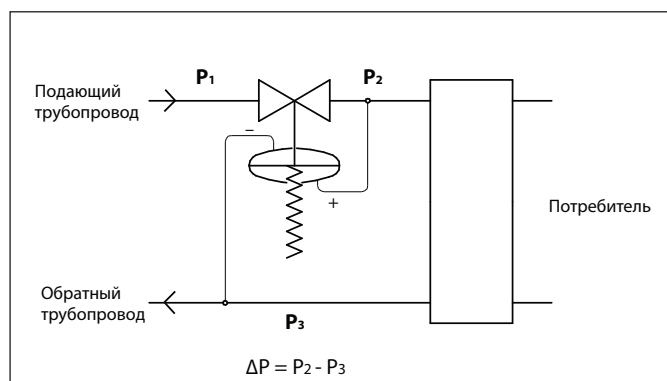

Рис.1. Установка на подающем трубопроводе
1. Регуляторы перепада давления, закрывающиеся при повышении перепада давления. Пружина удерживает клапан в открытом положении, а большее давление воздействует на чувствительный элемент, закрывая клапан. Примерами регуляторов этой группы являются клапаны КАТ33. Типичное применение данной группы регуляторов перепада давления — регулирование перепада давления на потребителе за счет дросселирования подающего или обратного трубопроводов (см. Рис. 1 и 2):
Некоторые регуляторы перепада давления для работы требуют использования двух или более импульсных трубок. Они необходимы для передачи импульса регулируемого давления на чувствительный элемент клапана (мембрану, поршень или сильфон), а также для передачи силового импульса подвижным элементам. Необходимость импульсных трубок указана в описании клапанов. Импульсные трубки подсоединяется в точках поддержания перепада давления (см. Рис. 1, 2 и 3).